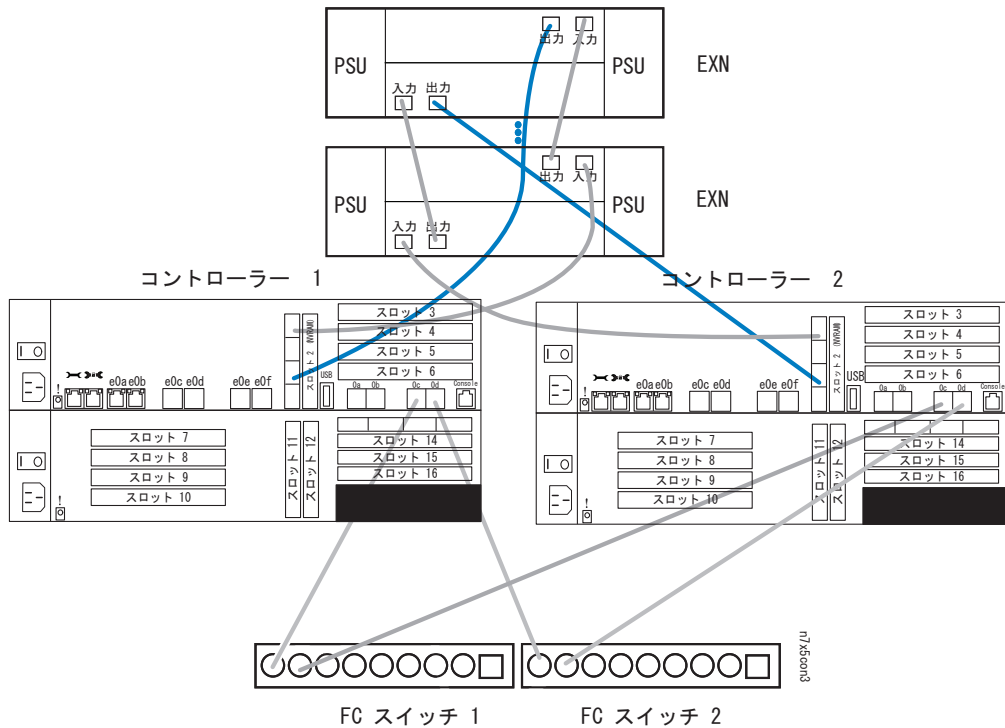

図9. N7x50T シリーズ・システム拡張アダプターからストレージ拡張ユニットへのケーブル接続
8. 20 ページの図 9 に示されているように、コントローラー・モジュール 1 の FC 拡張アダプターのポート c を、最後のストレージ拡張ユニットのチャンネル A の ESH4 または AT-FCX 出力ポートに配線します。
9. 20 ページの図 9 に示されているように、コントローラー・モジュール 2 の FC 拡張アダプターのポート c を、最後のストレージ拡張ユニットのチャンネル B の ESH4 または AT-FCX 出力ポートに配線します。